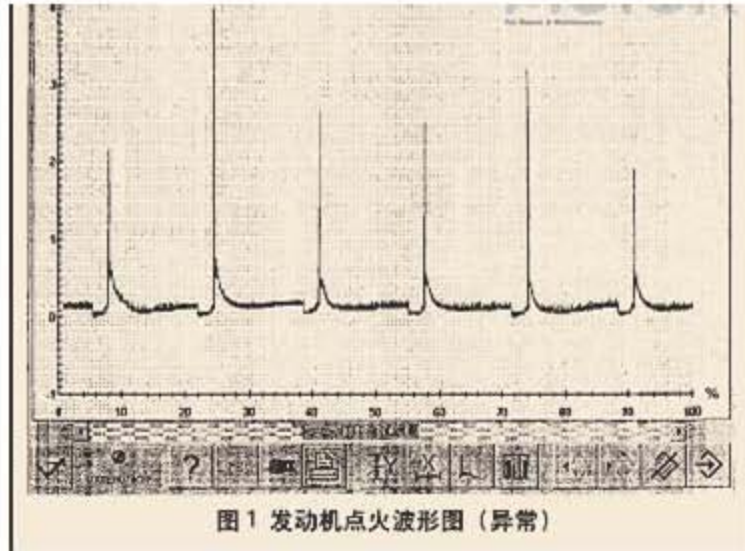
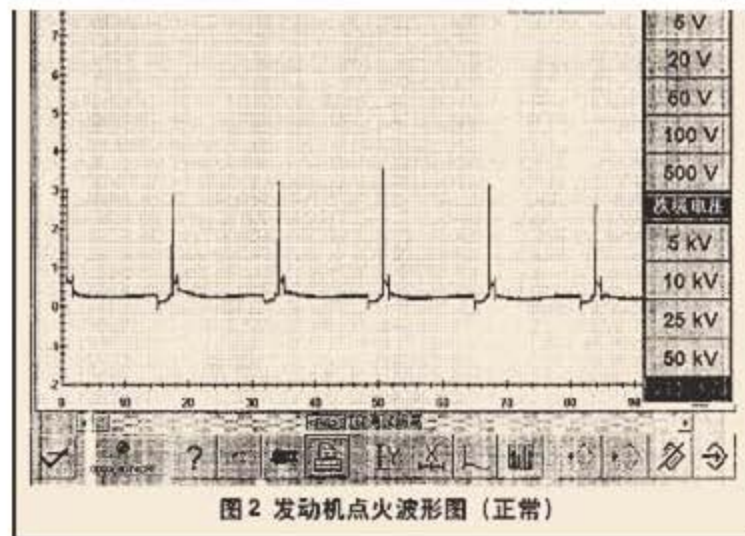

图1 发动机点火波形图（异常）
图2 发动机点火波形图（正常）
- 4). 在无配件替换的情况下，用发动机波形分析仪，对点火电压进行波形分析，图 1 所示。
从图1点火波形图上可以清楚看到各缸的点火燃烧线非常短，而且点火线圈震荡波没有显现。从以上两点非常有力地证明，点火线圈次级匝数有短路现象，造成点火电压储备能量不足。工作正常的点火线圈应在点火燃烧线后面最少2个，最好多于3个点火线圈震荡波。订货更换新点火线圈，试车发动机故障排除。波形如图2所示。